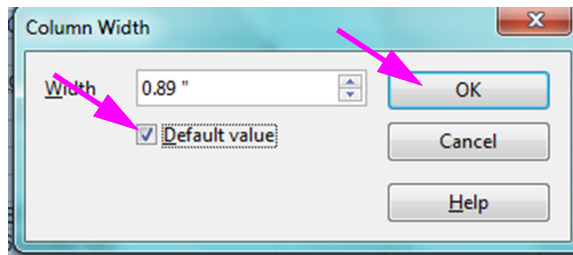

Figure 5-67. Boîte de dialogue Column Width (Largeur de colonne)
7. La boîte de dialogue Column Width (Largeur de colonne) s'affiche. Voir la Figure 5-67.